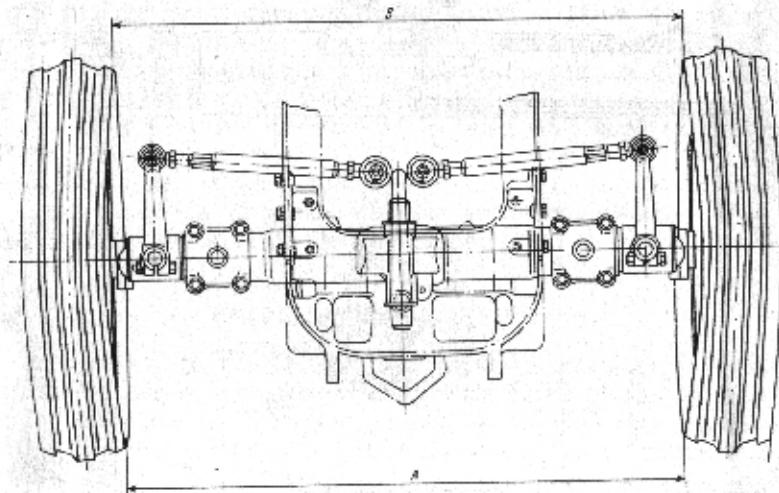

Fig. 63. Schéma de réglage du pincement des roues directrices
3. En tournant le tube avec clef, régler le pincement des roues directrices de sorte qu'au niveau de l'axe de roue la distance intérieure *A* (fig. 63) entre les pneus soit en avant égale ou inférieure de 4 mm à la distance *B* entre les pneus en arrière.